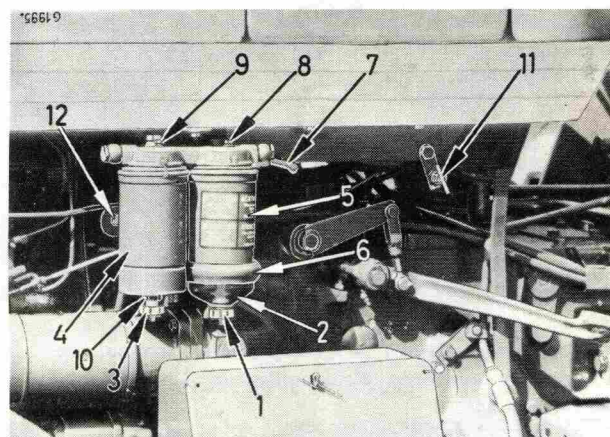

Fig. 46
Suivant les conditions atmosphériques et particulièrement après l'arrêt du moteur, une eau de condensation se forme dans le réservoir. Vous éviterez la formation de cette eau de condensation en faisant le plein en combustible dès votre retour du travail. Avant de mettre le tracteur en marche le matin, ouvrez la vis de purge (11, Fig. 46) et refermez-la lorsque le combustible propre apparaît.
Le tracteur est équipé d'un filtre décanteur et d'un filtre principal (Fig. 46).
L'eau de condensation contenue dans le combustible s'accumule dans la cuve en verre (2, Fig. 46). Vidanger cette eau quotidiennement en desserrant le bouchon (1), avant de mettre le moteur en marche. Resserrer le bouchon dès que l'eau est éliminée et que le combustible commence à s'écouler. Si le niveau de l'eau dépasse la partie supérieure de la cuve (2), il est nécessaire de vidanger aussi le filtre principal (4). Pour ce faire, desserrer le bouchon (3) jusqu'à écoulement du combustible.
Remplacer l'élément du filtre décanteur (5, Fig. 46) toutes les 800 heures de fonctionnement ou plus souvent si le combustible utilisé l'exige.
Fermer le robinet d'arrêt de combustible (7, Fig. 46). Oter le collier (6) et dégager la cuve (2) en desserrant la vis (1) et en maintenant la vis creuse à
Fermer le robinet d'arrêt de combustible (7, Fig 46). Dégager le filtre (4) à l'aide d'une clé si nécessaire. Un bossage à six pans est prévu à cet effet à la base du filtre. Mettre l'élément (4) au rebut. Nettoyer le support du filtre avec du combustible Diesel.
S'assurer de la présence de combustible dans le réservoir et ouvrir le robinet d'arrêt (7, Fig. 46).
Desserrer la vis de purge (8) jusqu'à ce que le combustible s'écoule sans bulles d'air. Resserrer la vis de purge (8, Fig. 46).